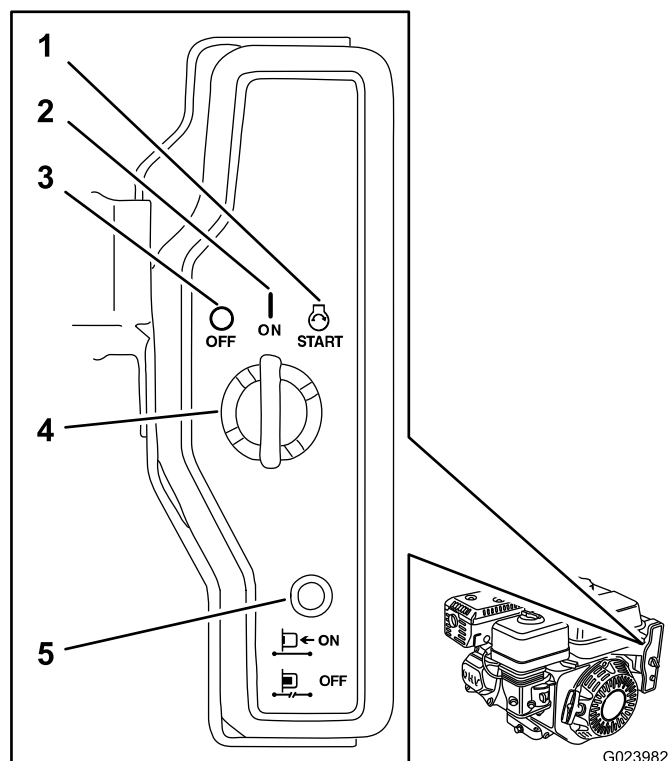

Рисунок 20
5. Поверните ключ в положение «Запуск» и держите его в этом положении, пока двигатель не запустится (Рисунок 20).